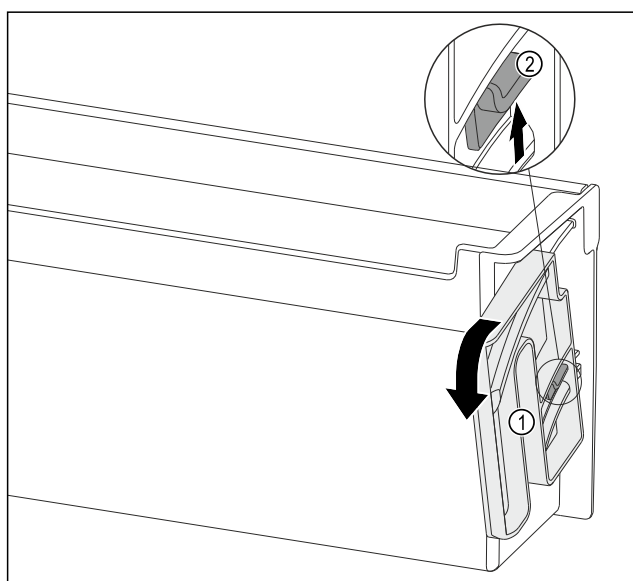

Fig. 133
- ▶ Obrócić pokrętkę Fig. 133 (1) w określonym kierunku do oporu.
- ▶ Wcisnąć nakładkę Fig. 133 (2) w górę i wyjąć pokrętkę Fig. 133 (1).